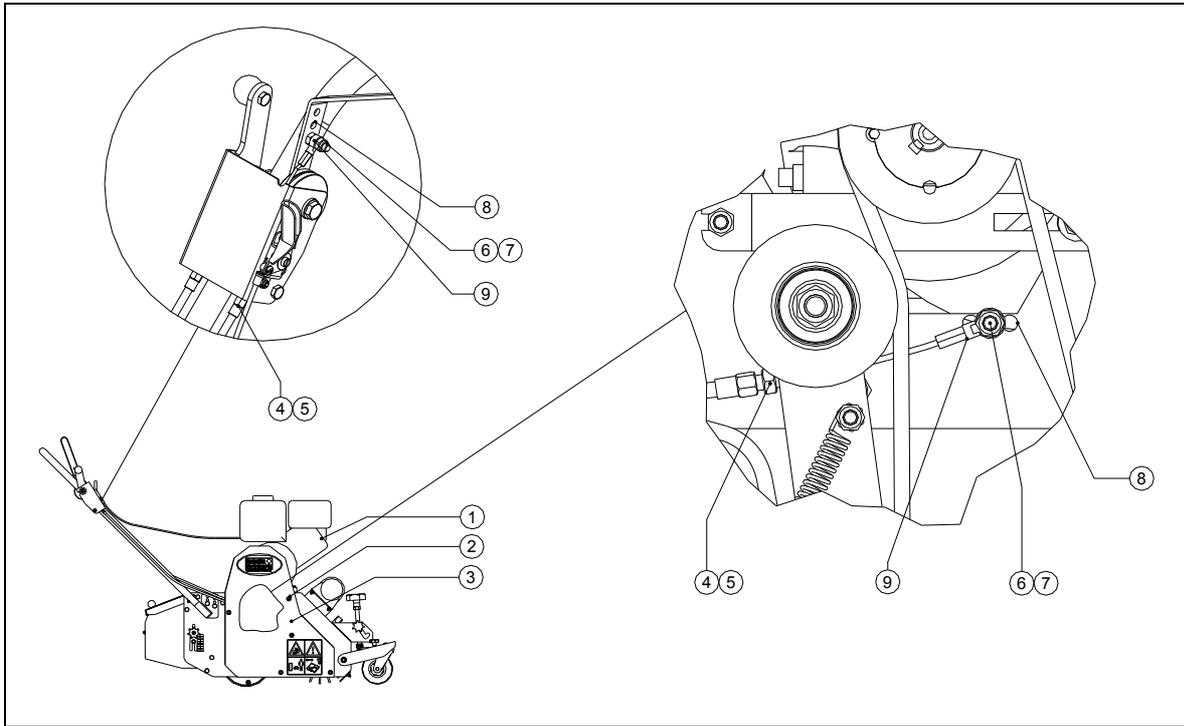

Fig. 18
2. Rodillo tensor activable para la propulsión de toda la máquina 1. (Véase la Fig 18)
## Rodillo tensor activable para la propulsión de toda la máquina (Véase la Fig. 18)